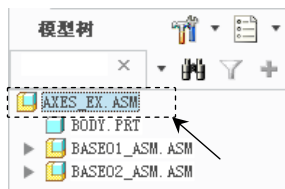

图 5.10.2 模型树
Step3. 在图 5.10.2 所示的装配体模型树中, 右击 AXES_EX.ASM, 从弹出的快捷菜单中, 选择 **激活** 命令 (如果该对象已经是激活状态, 则没有此命令); 单击 **模型** 功能选项卡 **元件** 区域中的“创建”按钮 .